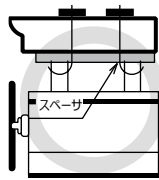

図3
- ロ. スペースを敷く場合も、スペースが開閉器の受台に直接当たるよう取付けてください。(図3)